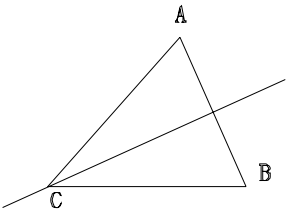

图 3-23 用 Xline 命令绘制三角形的角平分线
用 Xline 命令绘制已知三角形的角平分线，如图 3-23 所示。其具体操作如下：
| 对象 (E) / <顶点>: 鼠标捕捉顶点 C 如图 3-23 所示                       | 鼠标捕捉顶点 C    |
| 平分角起点: 鼠标捕捉起点 B 如图 3-23 所示                               | 鼠标捕捉起点 B    |
| 平分角终点: 鼠标捕捉终点 A 如图 3-23 所示                               | 鼠标捕捉终点 A    |